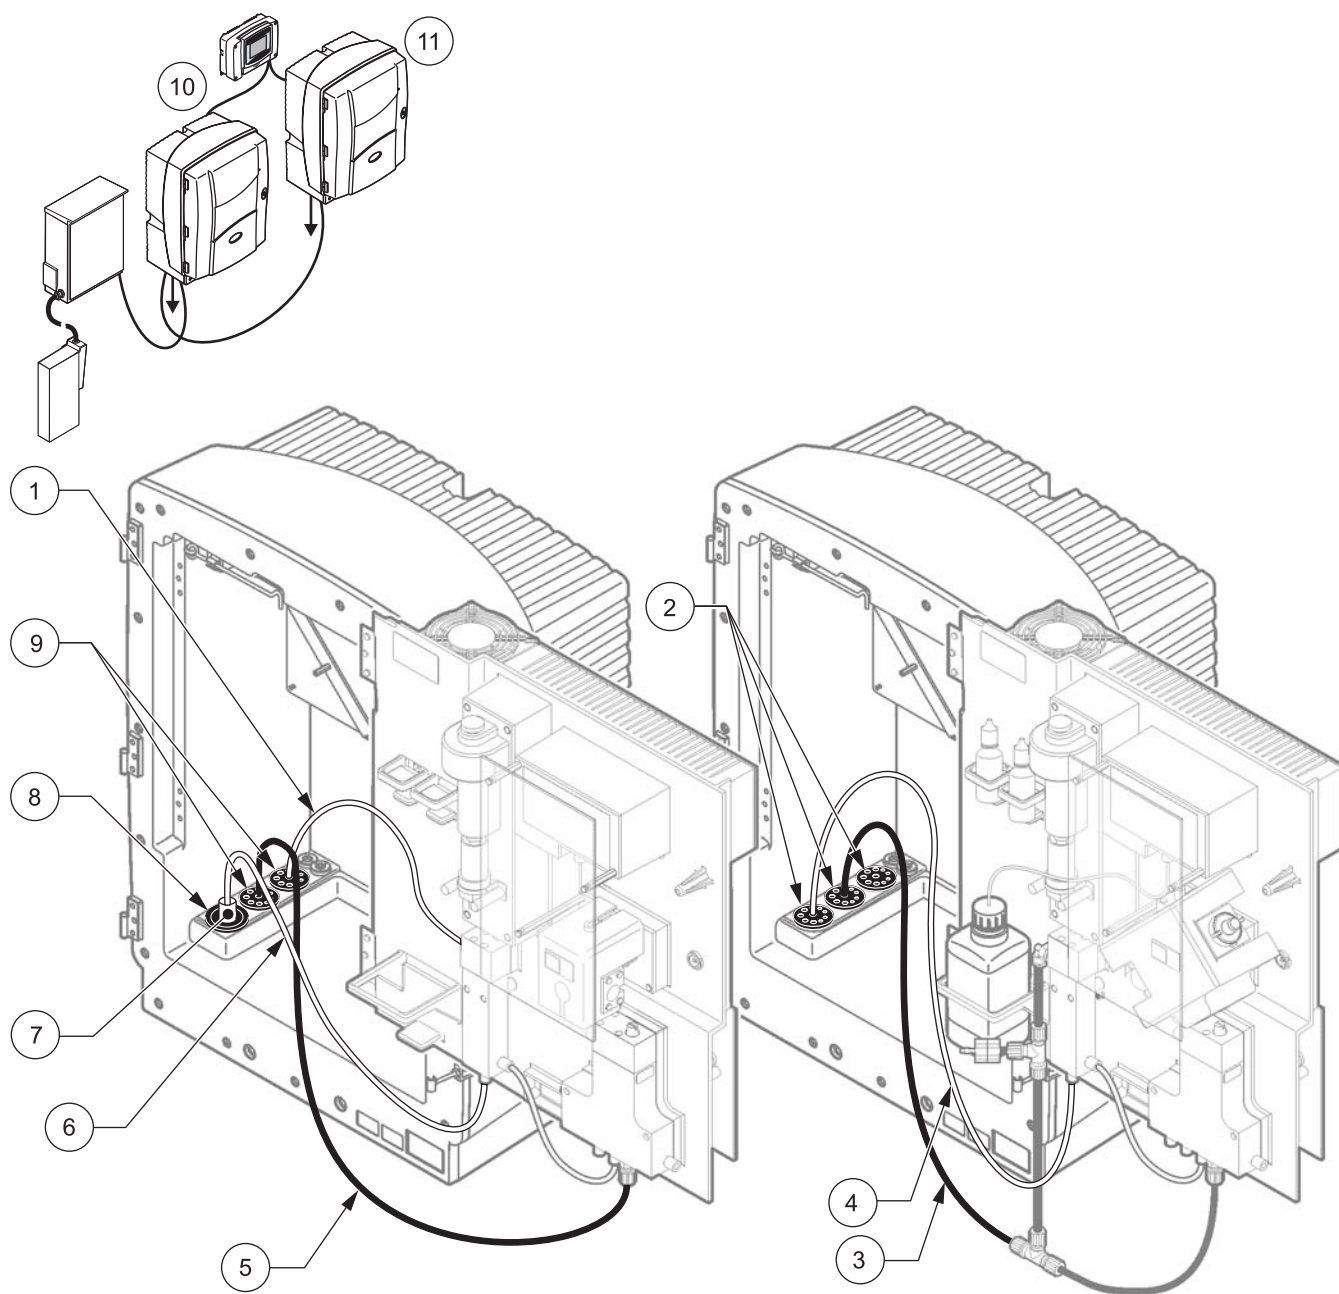

图 30 选项 8b 设置
请参考图 30 以及选项 8b 的以下说明：
- a. 通过分析器开口从 FILTRAX 引出加热的软管（图 30，项目 7）。使用 1 号密封塞加固。